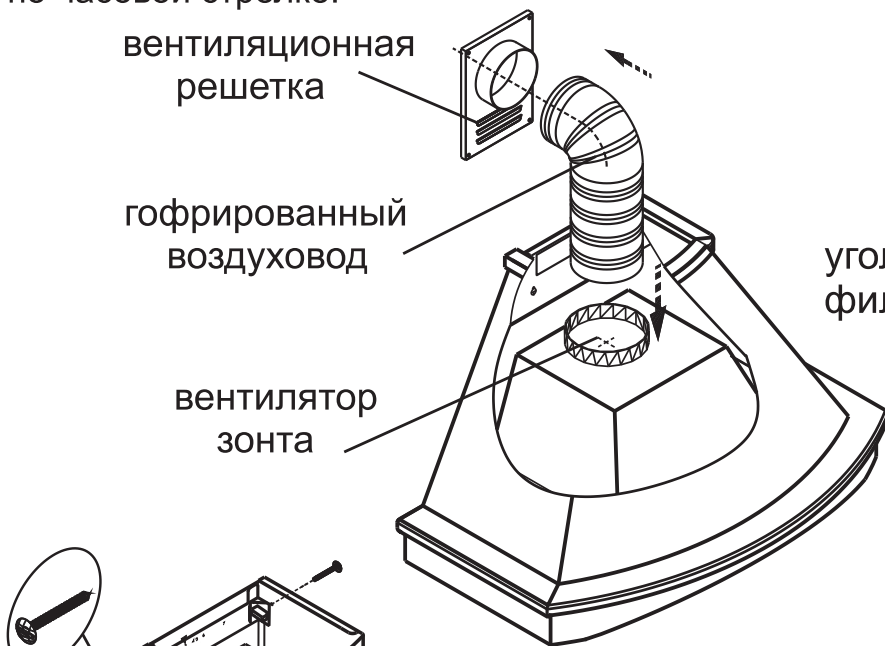
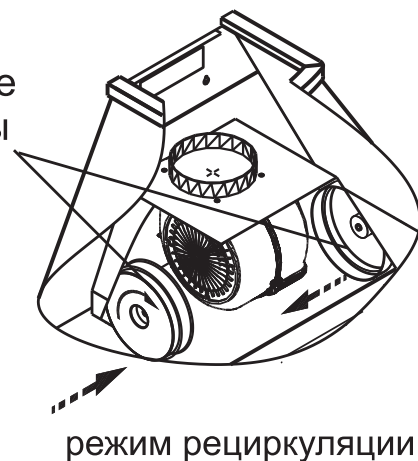

РИС. 8
РИС. 9
6.3 В зависимости от режима эксплуатации зонта соедините вентилятор с вентиляционной решеткой полужестким гофрированным воздуховодом (рис. 8) или установите на вентилятор угольные фильтры (рис. 9).